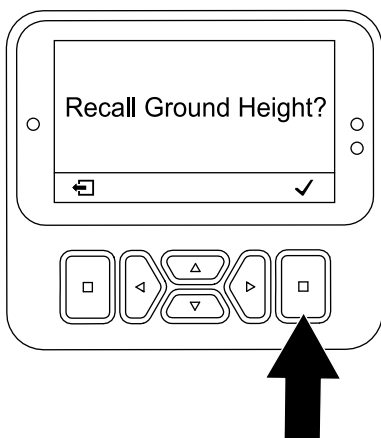

Figura 106
6. No ecrã Recall Ground Height (Figura 106), prima o botão de selecção.